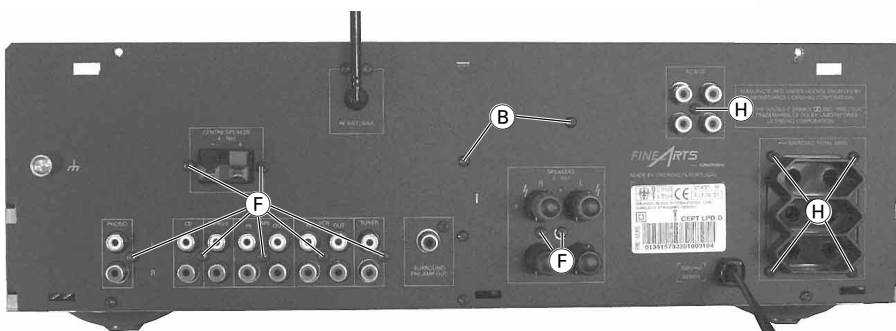

Fig. 2
- 2 Schrauben **B** herausschrauben (Fig. 2).
- Undo 2 screws **B** (Fig. 2).
- 9 Schrauben (F) herauserschrauben (Fig. 2).
- 5 Schrauben (H) herauserschrauben (Fig. 2).
- Undo 9 screws (F) (Fig. 2).
- Undo 5 screws (H) (Fig. 2).